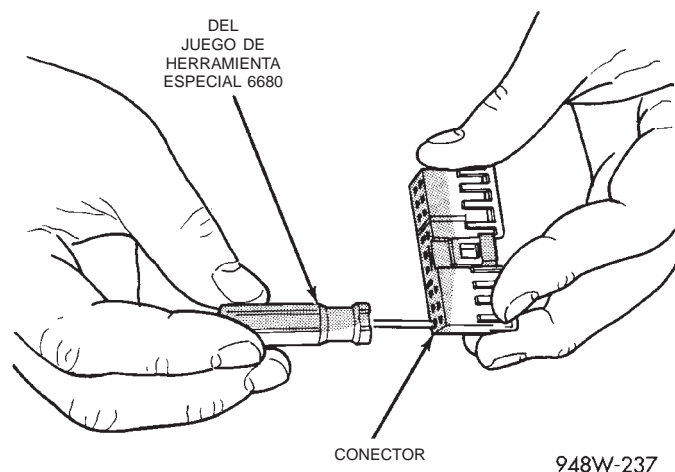

Fig. 18 Desmontaje de terminales utilizando la herramienta especial
(4) Coloque la garra de traba del conector apartada del terminal utilizando el instrumento apropiado del juego de herramienta especial 6680. Tire del cable para sacar el terminal del conector (Fig. 17) (Fig. 18).